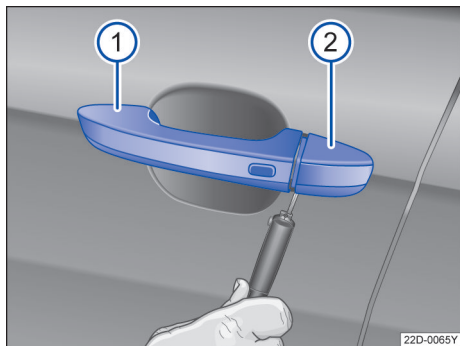

图 63 取下在驾驶员车门内车门锁的盖罩
- 拉起开门把手 ①。
- 将无线遥控钥匙的钥匙头从下面插入盖罩的开口内→图 63②。
- 转动钥匙以便松开盖罩并取下→图 63。